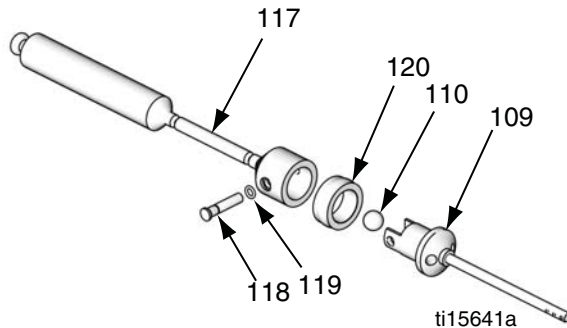

Figure 5 Smontare la valvola del pistone.
6. Vedere Fig 5. Premere la biella del pompante (117) fuori dalla parte inferiore del cilindro (101).
7. Rimuovere lo spinotto di ritenzione (118), l'anello di tenuta (119), e la sfera (110). Tirare la biella di collegamento (109) dalla biella del pompante (117). Rimuovere la guarnizione (120).